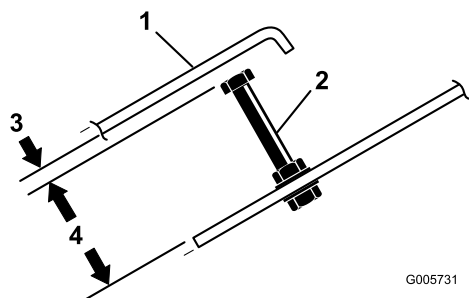

Figura 68
2. Desaperte as porcas de bloqueio e ajuste o parafuso batente do pedal de tracção (Figura 68) para um comprimento de 8 cm.